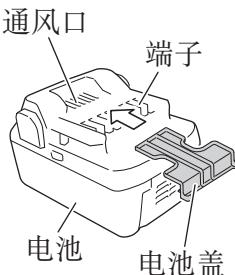

图6
- 为防止发生短路，应将电池装入工具中或者在存放时牢固地插入电池盖，直至看不到通风口。(参照图6)